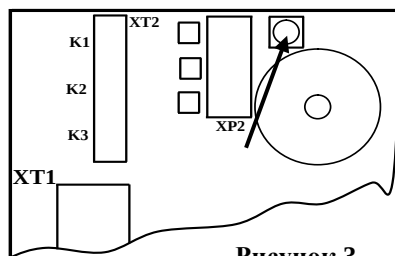

Рисунок 3
- в) При работе с одной батареей может быть изменён режим контроля и индикации её состояния. Для входа в меню выбора режима контроля и индикации необходимо нажать на кнопку на плате РИП (см. рис. 3): один раз кратковременно – один раз продолжительно – два раза кратковременно – один раз продолжительно (кратковременное нажатие – удержание кнопки в нажатом состоянии в течение от 0,1 до 0,5 с; продолжительное